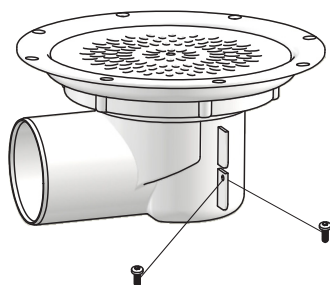

Fig. 1a
1. Sluket plasseres i rett høyde. For enklere montering kan Pipelife støtteben benyttes. (Fig. 1a og 1b)